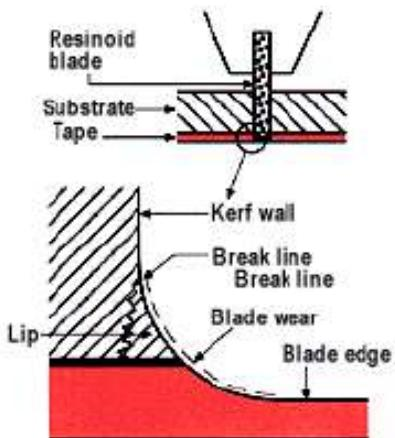
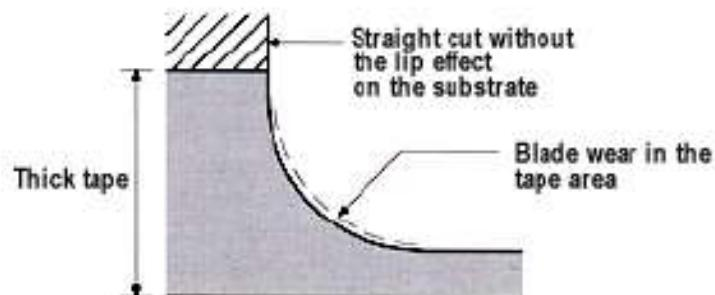
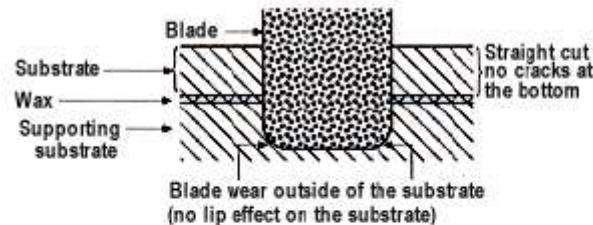

図 16
図 17
図 25
3. レジンブレードを使用した硬質アルミナの用途では、主にブレードの摩耗が激しいために、テープとの接触点でのチッピングクラック現象が発生します(図 16)。ブレードの摩耗は主にブレード刃先の角で発生し、丸みを帯びます。これによりテープとの接触点で素材に小さなリップが発生します。リップは切断処理中またはダイ分離処理中に基板から分離します。より厚いテープを使用しテープを.005 "から.010"に深くカットするとリップ効果がなくなり、ダイのエッジがまっすぐになり、ブレード刃先の丸い部分がテープの内側になります(図 17)。
この場合、ブレードの摩耗個所は基板から遠く離れています(図 25 -同様に図 16 および 17 も参照)。